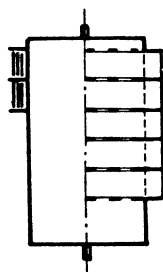

FIGURE 6 / ФИГУРА 6
33.2 sectional warping machine (see figure 6): Warping machine for winding the total number of ends in successive warp sections each of which is limited by lateral means, for example pins, clips, limiting plates, set irons, on the drum or reel, from which the warp is rewound in full width onto a beam.
ourdissoir sectionnel à dispositifs latéraux (voir figure 6): Ourdissoir servant à enrouler le nombre total des fils du cantre par sections d'ourdissage successives. Chaque section est limitée par des dispositifs latéraux sur le tambour ou le rouleau, par exemple chevilles, pinces, disques, jeux de pièces en fer. La chaîne est réenroulée en pleine largeur sur une ensouple.